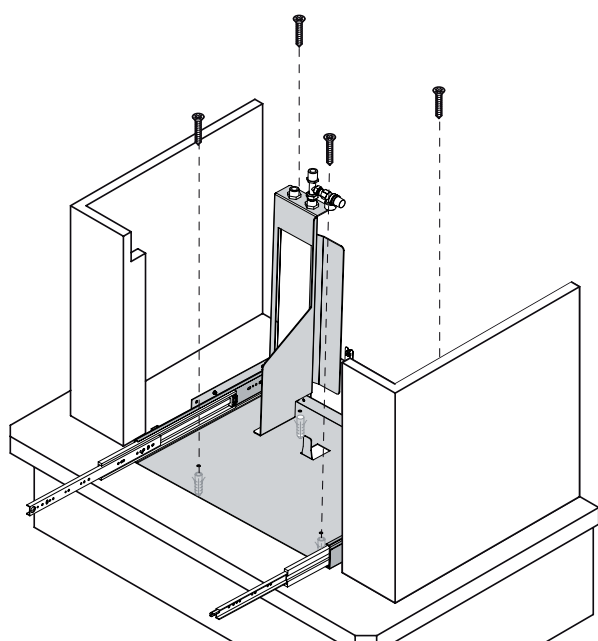

Fig. 6.5
- colocar el bloque y fijarlo con tacos a la superficie de la chimenea (fig.6.5)